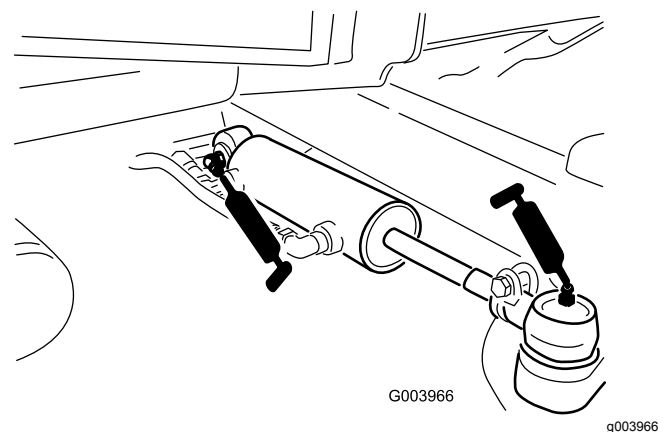

Figura 68
- Rótulas del cilindro de dirección (2) (Figura 68)